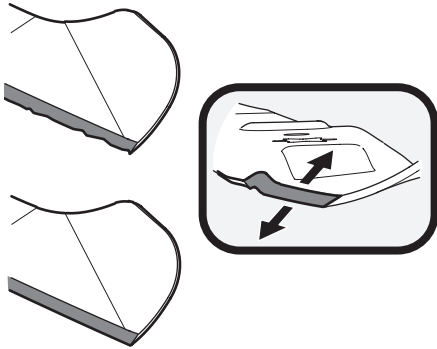

Figure 4-16
4. Pour aiguiser les lames, éliminez la même quantité de métal des deux extrémités sur le côté tranchant. Aiguisiez le bord tranchant sur toute sa longueur, parallèlement au bord arrière, soit à un angle de 25° à 30°. Il est essentiel d'aiguiser les tranchants de façon égale pour conserver une lame bien équilibrée. Voir la Figure 4-16.